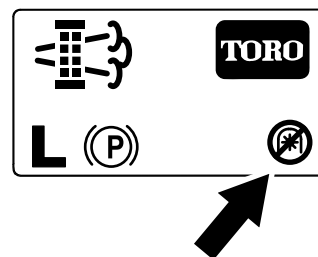

Bild 73
**Hinweis:** Auf dem Willkommenbildschirm wird das Symbol für eine deaktivierte Zapfwelle (Bild 73) angezeigt.
**Hinweis:** Auf dem Willkommenbildschirm wird das Symbol für eine deaktivierte Zapfwelle angezeigt, siehe Bild 73 in Meldungen zu geparkter Regenerierung \(Seite 48\), angezeigt.